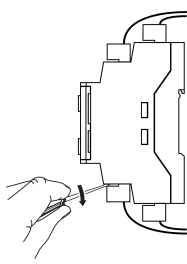

Рисунок 2 –
1. Снять ответные части съемных клеммников (см. рисунок 2).